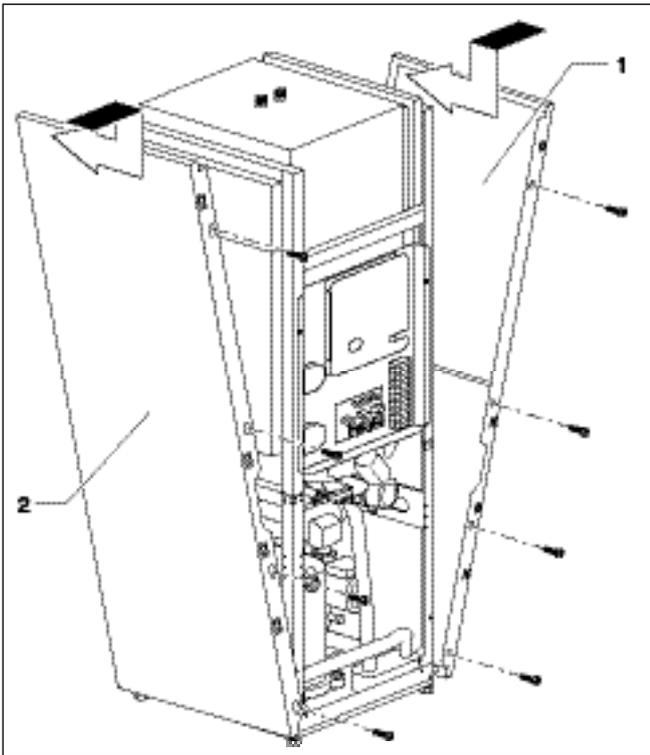

Fig. 6.20 Montage de l'habillage de protection latéral
- Introduisez les deux protections latérales (fig. 6.20, pos. 1 et 2) dans la partie inférieure du châssis de la pompe à chaleur et poussez-les en les faisant glisser. Vissez-les ensuite par l'avant à l'aide de quatre vis de fixation.